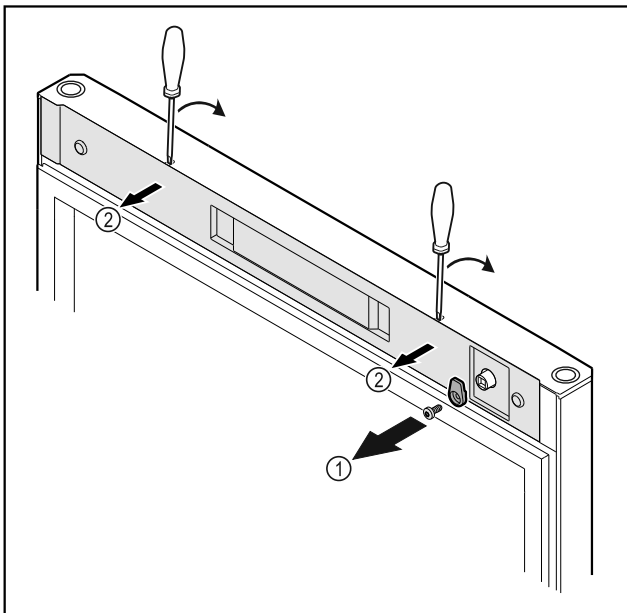

Fig. 13
- ▶ Csavarja le a reteszelő kampót Fig. 13 (1).
- ▶ Pattintsa ki a burkolatot Fig. 13 (1) egy csavarhúzó segítségével, és vegye le.